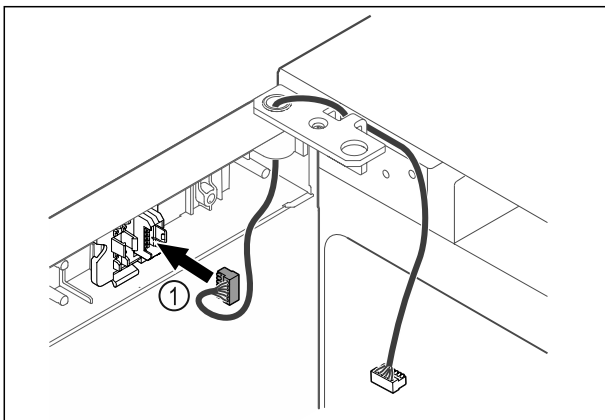

Fig. 44
- ▶ Įkiškite kištuką Fig. 44 (1) į kištuko laikiklį.